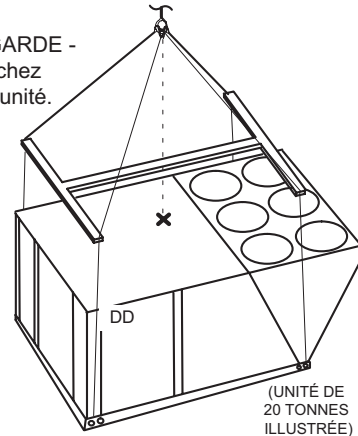

FIGURE 3
Pour soulever l'unité, fixez quatre câbles dans les trous du rail de base de l'unité. Reportez-vous à la FIGURE 3.
- 5 - Le point de levage doit être situé directement au-dessus du centre de gravité. Voir FIGURE 3 pour l'emplacement du centre de gravité. Le coin DD se trouve dans le coin gauche lorsque l'on fait face aux compresseurs et à la section de chauffage.